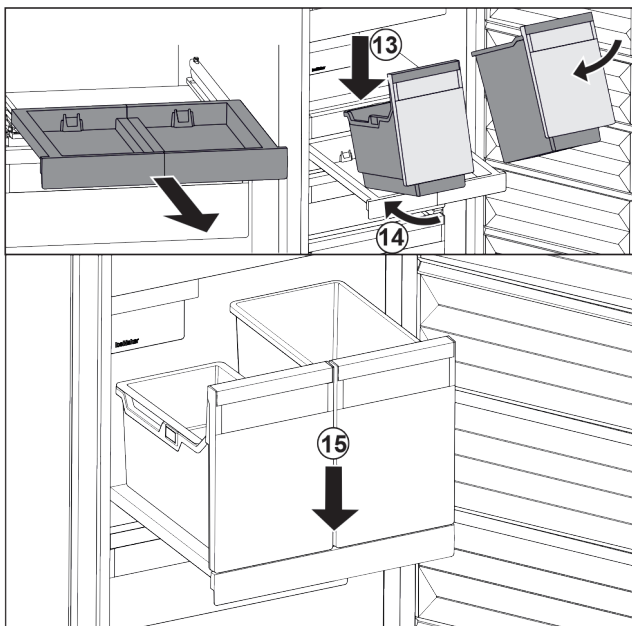

Fig. 95
- ▶ Nasadte nádobu šikmo na vyťahovaciu poličku. Fig. 95 (13)
- ▶ Zasuňte nádobu šikmo dozadu. Fig. 95 (14)
- ▶ Zložte nádobu vpred. Fig. 95 (15)